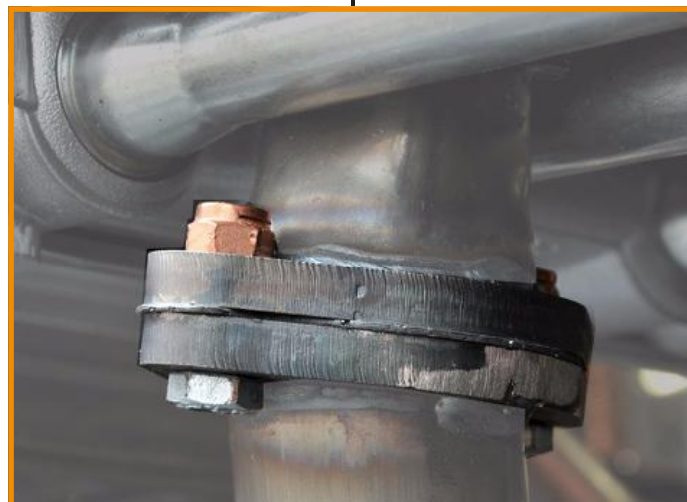
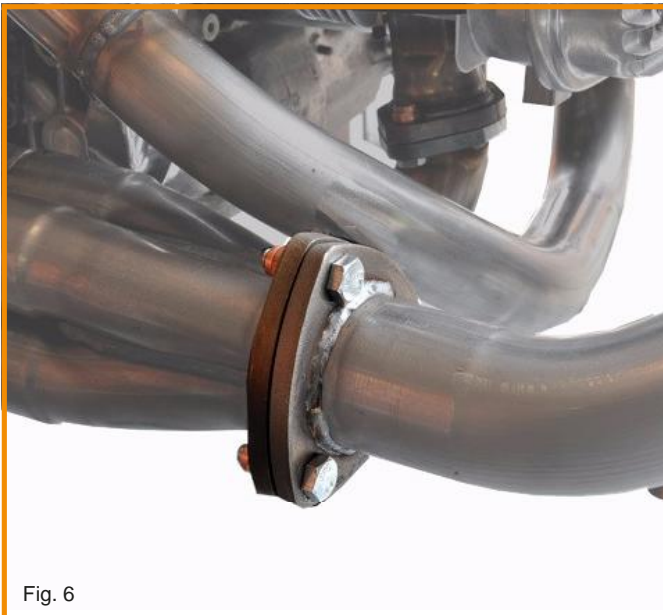

Fig. 5
Fig. 6
- Mount the main header assembly to the already installed adapter tubes of cylinder 1 and 2 using the supplied M8x30 allen head bolts and 10mm nuts. Do not forget the matching flange gaskets between the two ports. (Fig. 5)
- Verbinden Sie die schon montierten Rohrstutzen von Zylinder 1+2 mit den jeweiligen Flanschen des Fächerkrümmers mit Hilfe der M8x30 Schrauben und SW10 Muttern. Zum Abdichten der Flansche benutzen Sie die beigelegten Dichtungen. (Fig. 5)
**NOTE:** If you wish to use the collector inserts (CSP Order Nos. 251 101 150, 251 101 175, 251 101 200) the inserts (Fig. 5) must be placed between exhaust manifold and silencer flange before the silencer is mounted. Take care that the collector is in the correct position. See Fig. 6.
**WICHTIG:** Falls Sie Kollektoreinsätze (CSP-Best.-Nr. 251 101 150, 251 101 175, 251 101 200) verwenden wollen, müssen die Einsätze (Fig. 5) vor der Schalldämpfermontage zwischen Fächerkrümmer und Schalldämpferflansch gelegt werden. Beachten Sie dabei die korrekte Lage des Kollektoreinsatzes (siehe Fig.6).